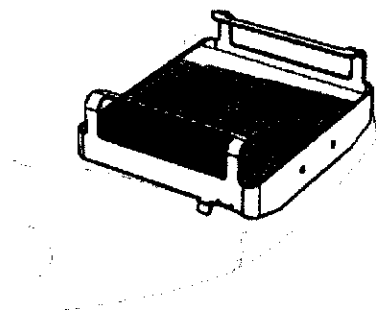

Figura 39 Colocación del maniquí de control de calidad diario en el apoyo para la paciente.
4. Coloque el maniquí de control de calidad diario en el apoyo para la paciente. El maniquí tiene un borde metálico que sirve de guía. Deslice el maniquí por el apoyo para la paciente de modo que el borde de guía del maniquí llegue hasta el extremo frontal del apoyo para la paciente. Los marcadores de contraste deberían estar en el lado de la pared torácica (Figura 39).